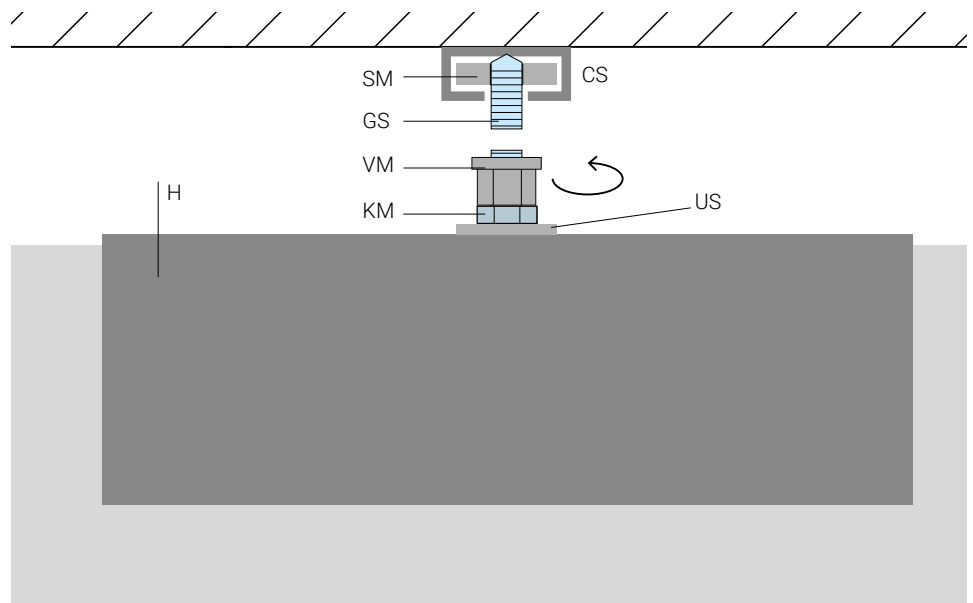

Abb. 1
Nun halten Sie die Baffle mit den vormontierten Verbindungsmuttern (VM) an die Gewindestifte. Nehmen Sie hierfür ggf. eine zweite Person zu Hilfe. Durch drehen der Verbindungsmutter fixieren Sie das Akustik-Panel am Gewindestift (Abb. 1)